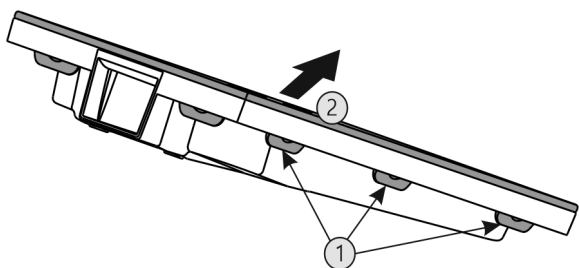

Fig. 56
- ▶ Alle lippen Fig. 56 (1) achtereenvolgens indrukken en de afdekking Fig. 56 (2) verwijderen.